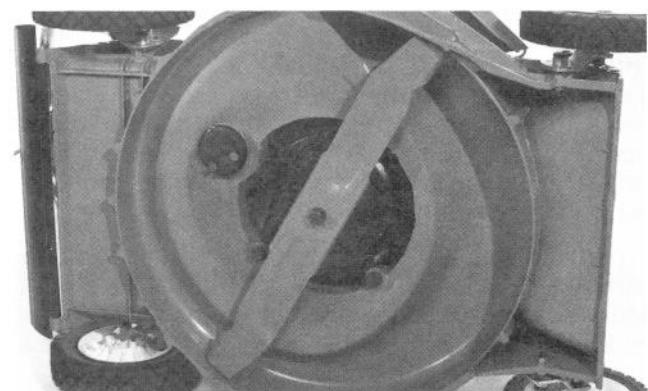

Figure 28
3. Inclinez la tondeuse sur son côté gauche (Fig. 28). Avec un tuyau d'arrosage, enlevez les débris de tonte et la saleté qui se trouvent collés au carter. Utilisez un grattoir pour enlever toute l'herbe que l'eau n'a pas chassée.